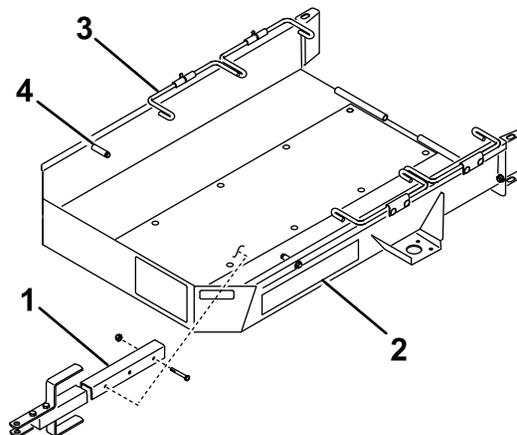

Figure 1
1. Fixez le timon au support sur la face inférieure du plateau de la remorque à l'aide de boulons ( $\frac{3}{8}$ " x  $2\frac{3}{4}$ " ) et 2 contre-écrous (Figure 1).
- Réglez la commande d'accélérateur au plus bas, puis conduisez la machine **lentement** sur la remorque jusqu'à ce que les roues de transport rencontrent les butées de la remorque (Figure 1).
- Faites pivoter le premier jeu de tiges de roue vers le bas, derrière les roues de transport (Figure 1).